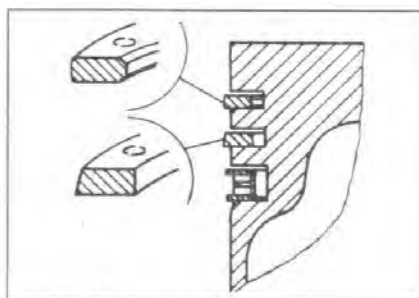

Рис. 2В.8 Ориентация компрессионных колец (Глава 17)
- 5 Установите новые кольца через головку поршня, начиная с пружины маслосъемного кольца. Разместите разрезы пружины и частей маслосъемного кольца как показано на Рис. 2В.7.